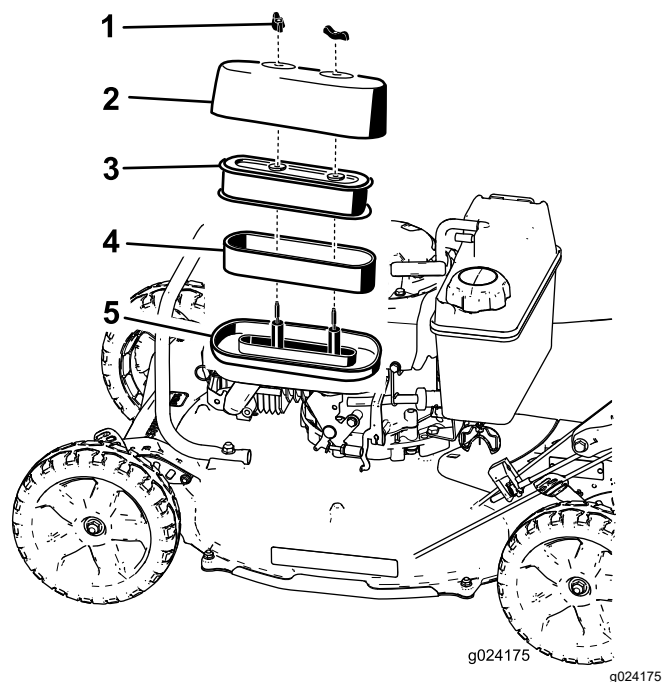

Figure 20
3. Retirez les 2 écrous de fixation du couvercle (Figure 20).
5. Déposez les éléments en mousse et en papier de la base du filtre à air (Figure 20).
6. Sortez l'élément en mousse de l'élément en papier (Figure 20).